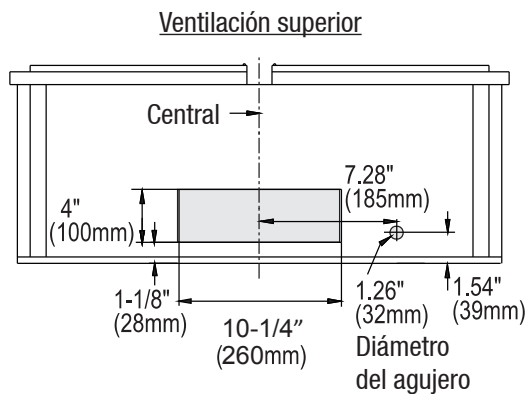
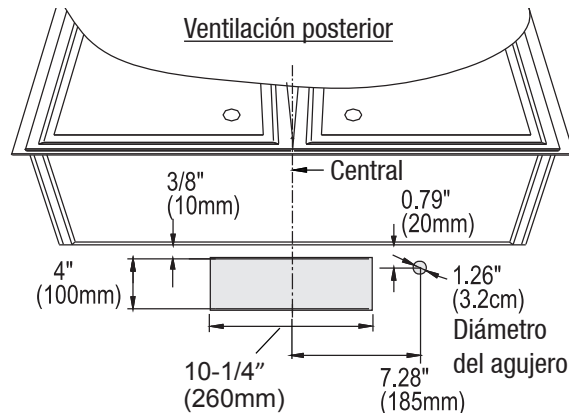

Fig.3
Fig.4
- Determine si su sistema de ventilación existente es de ventilación superior o posterior, y asegúrese de que las aberturas en la alacena o en la pared para el regulador y para la alimentación eléctrica estén en un lugar adecuado y que sean del tamaño apropiado, de acuerdo con la Fig. 3 si es ventilación superior, y con la Fig. 4 si es ventilación posterior.